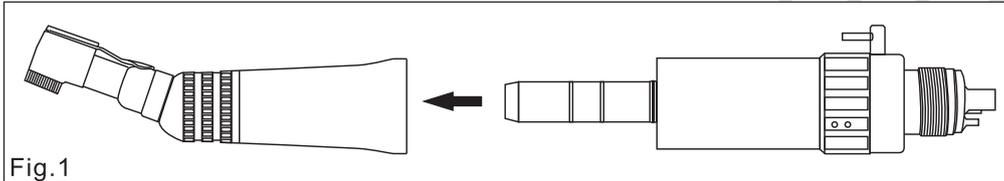

Fig.1
- 1) Inserire il manipolo direttamente nel motore (Fig. 1)